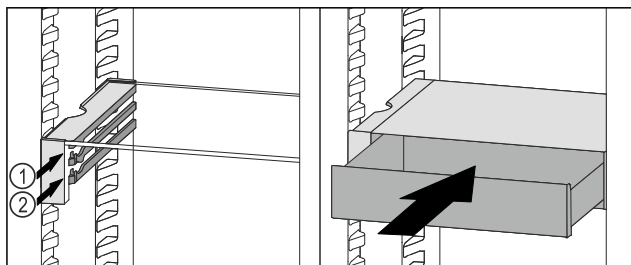

Fig. 89
- ▶ Установите выдвижной ящик VarioSafe за стопоры на требуемый выступ Fig. 89 (1) или Fig. 89 (2).